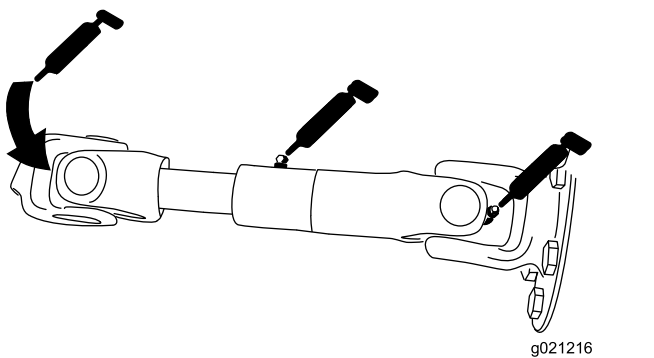

Figura 73
- Veio propulsor da bomba (3) (Figura 73)